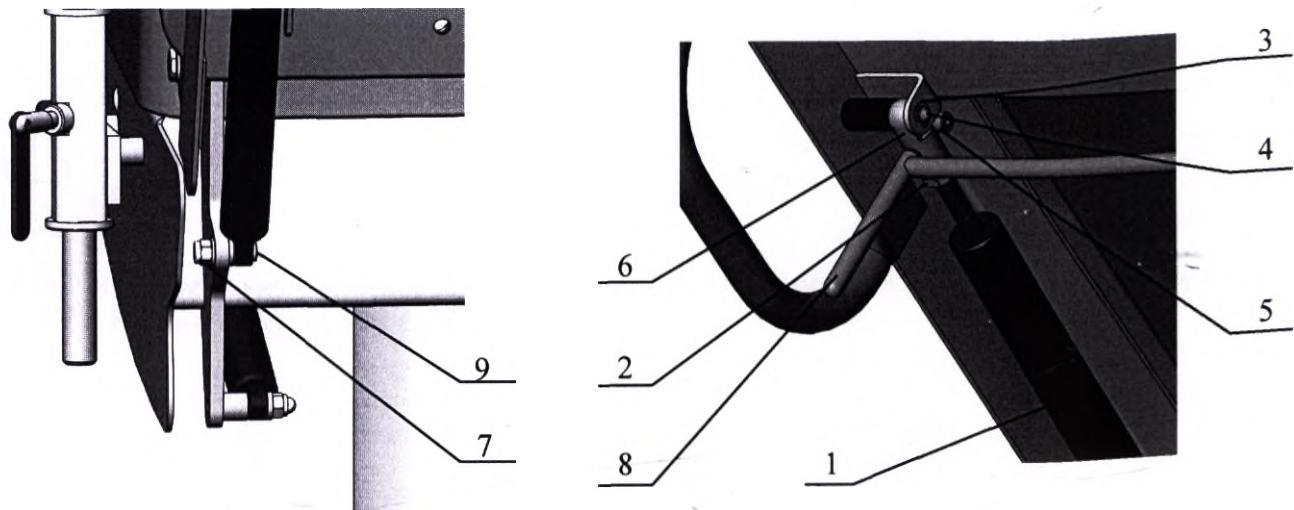

Рисунок 13. Замена газовых пружин поворота спинной секции.
- 12.4.1. Отверните гайки 5 (Рисунок 13) – 2 шт.